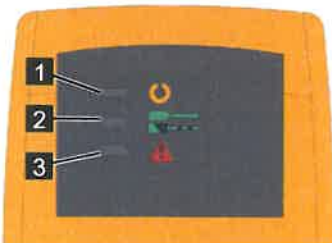

Abb. 205
- Gelbe LED (Abb.205/1) leuchtet
- Grüne LED (Abb.205/2) blinkt
- Grüne LED (Abb.205/2) leuchtet
- Rote LED (Abb.205/3) leuchtet